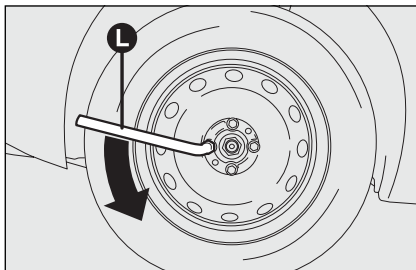

fig. 5
- draai met de bijgeleverde sleutel **L-fig. 5** de wielbouten ongeveer een slag los; schud bij uitvoeringen met lichtmetalen velgen enige malen aan de bovenkant van de carrosserie, waardoor de velg los van de wielnaaf kan komen;